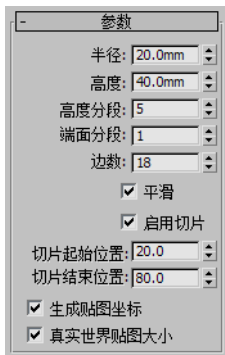

图 2-43 设置切片角度
STEP 03 选中“启用切片”复选框，并设置切片角度，如图 2-43 所示。